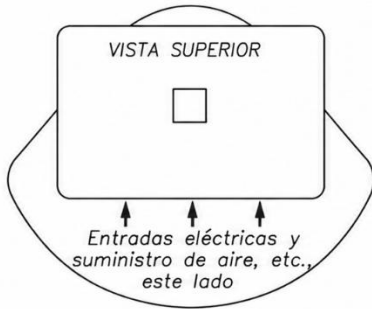

FIGURA 1. Orientación en el Recorrido Medio del Cuadrado del Actuador y de la Caja de Posicionamiento.
2.1.1 En el caso de los actuadores de doble efecto, coloque la paleta del actuador en la posición intermedia de recorrido, con su eje cuadrado de salida, tal y como se muestra en la figura 1. En el caso de las unidades con retorno por resorte, la paleta del actuador se encuentra normalmente en un extremo de la carrera, por lo que es necesario alinear correctamente el acoplamiento del posicionador con la palanca del actuador. Es esencial que los dos ejes estén correctamente orientados entre sí, ya que si están desalineados 90 grados, la rueda cuadrante puede verse forzada en exceso y se pueden producir daños en el mecanismo de accionamiento durante los movimientos posteriores del actuador.